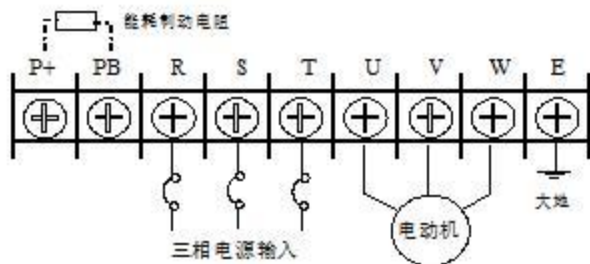

图 2-10 主回路端子台配线图 1
2.9.1 主回路端子台配线图如图 2-10 至图 2-15 所示。
I 类主回路端子台如图 2-10 所示。